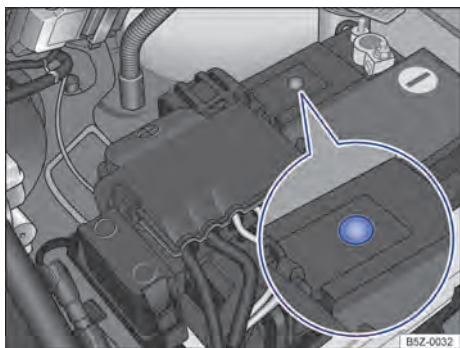

Fig. 157 No compartimento do motor: exemplo de posição do visor no lado superior da bateria do veículo.
- O visor redondo → Fig. 157 na parte superior da bateria do veículo muda de cor conforme o nível do eletrólito.